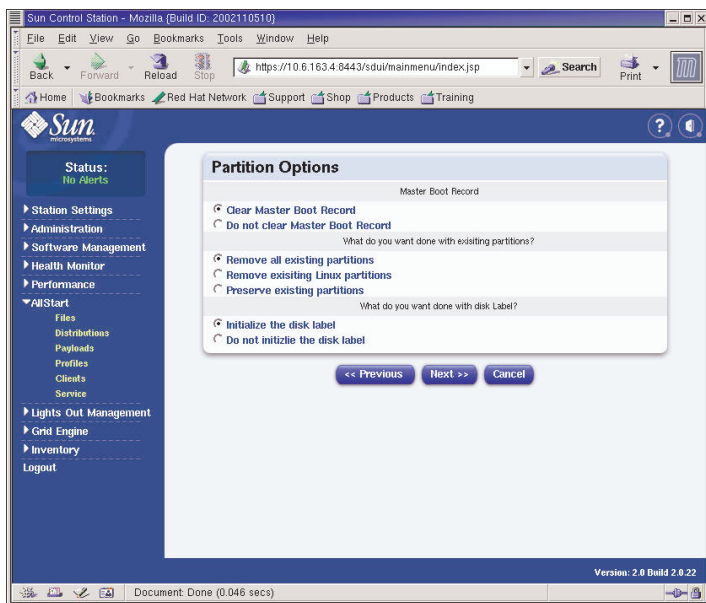

FIGURA 2-11 Finestra Partition Options (profili AllStart)
- c. Nella finestra **Partition Options**, verificare che siano selezionate le seguenti opzioni obbligatorie (per un esempio, vedere la FIGURA 2-11). Al termine, fare clic su **Next**.